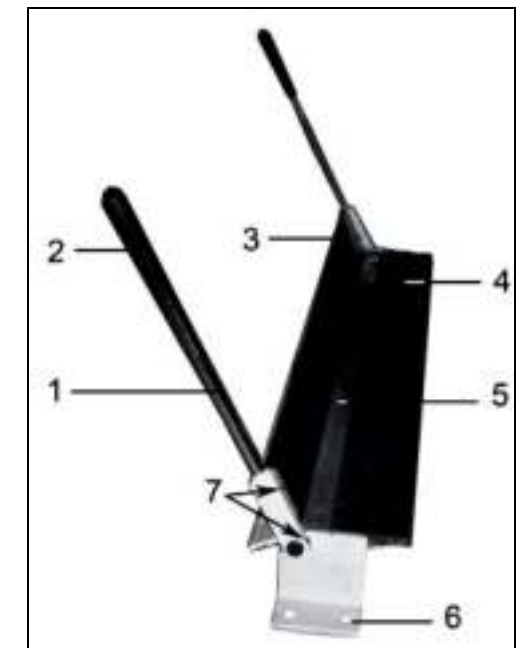

Рис. 2
6. УСТРОЙСТВО (Рис. 2)
7. МОНТАЖ (Рис. 2)
Как показано на Рис. 2, установите ручки (1), положение зафиксируйте винтами крепления (7).